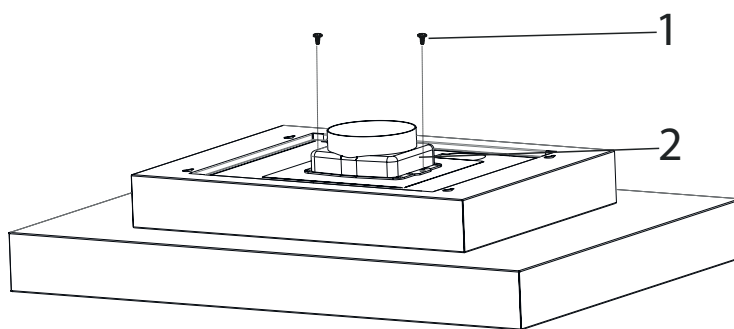

Fig. 20
**4.** ➡ Ta bort utsugsstosen Ø150 inkl returspjäll från fläkten (Fig. 20).